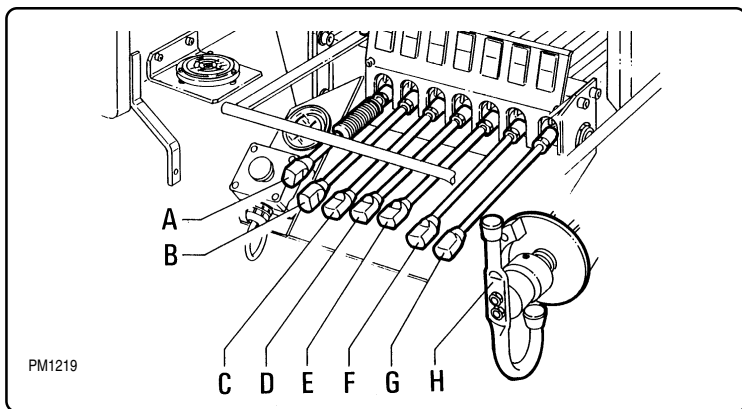

fig. 5.3.1
5.3 - Comandi "doppio comando" fig. 5.3.1
5.3 - "Dual side" controls fig. 5.3.1